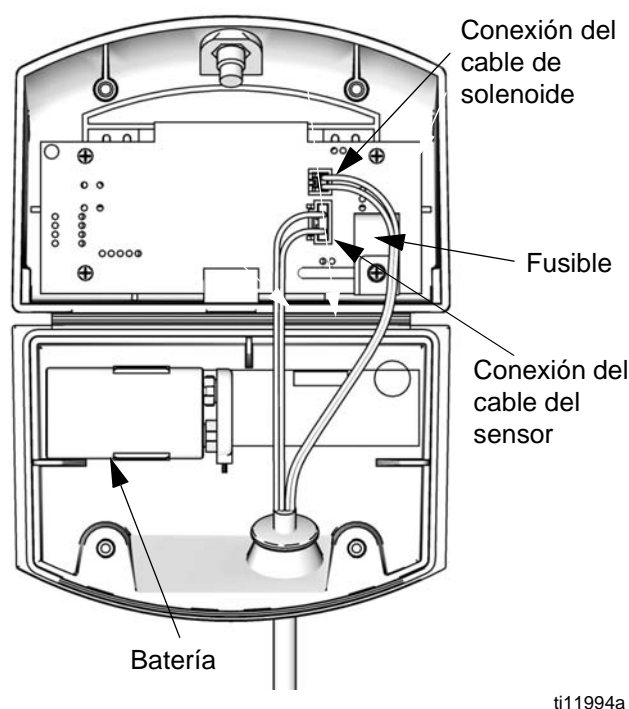

FIG. 18. Ubicación de la batería y el fusible de DataTrak
5. Desconecte la batería usada y sustitúyala con una batería aprobada. Vea la FIG. 18.